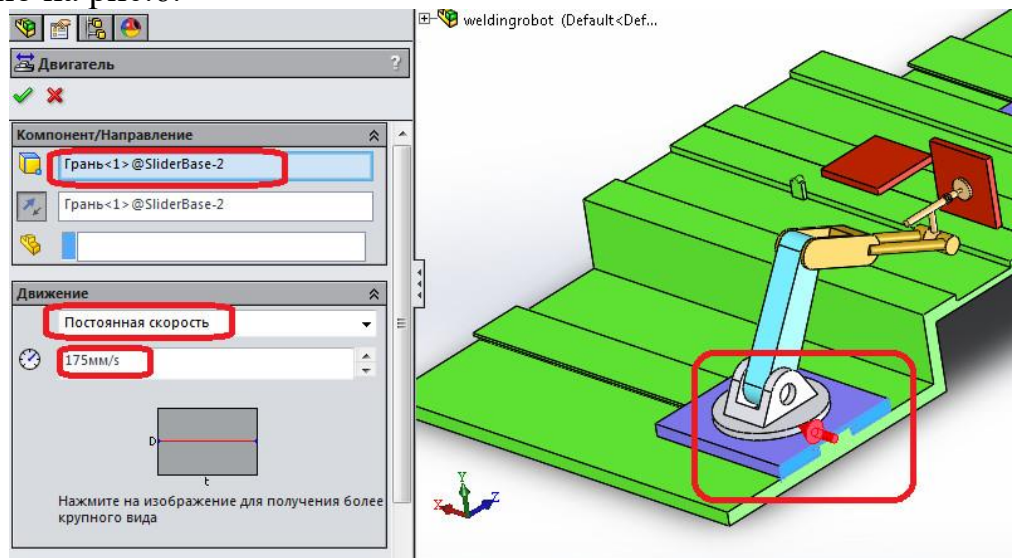

Рис. 6. Створення лінійного двигуна
4.1.2. Встановити місце розташування та параметри руху двигуна як показано на рис.6.